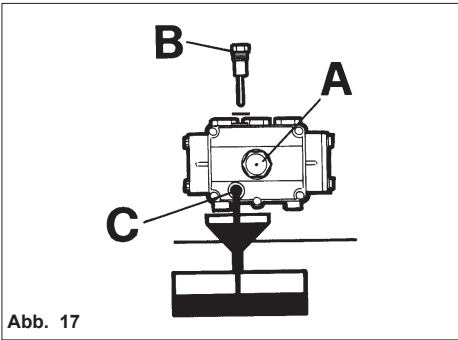

Abb. 17
- 2) Den Deckel mit dem Kontrollstab (Abb.17) aufdrehen.